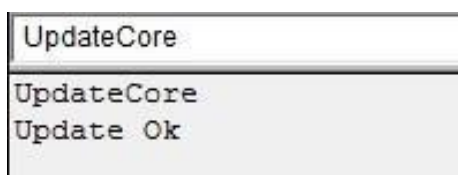

Рисунок 1.5. Успешное завершение обновления ПО
11. Выполнить команду нажатием клавиши Enter. По завершению прошивки отобразится сообщение **Update Ok** (см. рисунок 1.5).